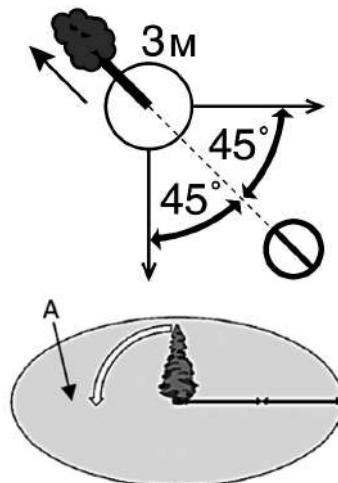

Рис. 8 Зона безопасности при валке дерева
- Должен быть безопасный путь отхода. Путь отхода должен быть направлен по диагонали в сторону, противоположную направлению падения, под углом 45 градусов, необходимо отойти минимум на 3 метра от ствола, на тот случай, если во время падения комель дерева отскочит в сторону. Зона безопасности (A) должна быть не менее  $2\frac{1}{2}$  высоты дерева (Рис. 8).